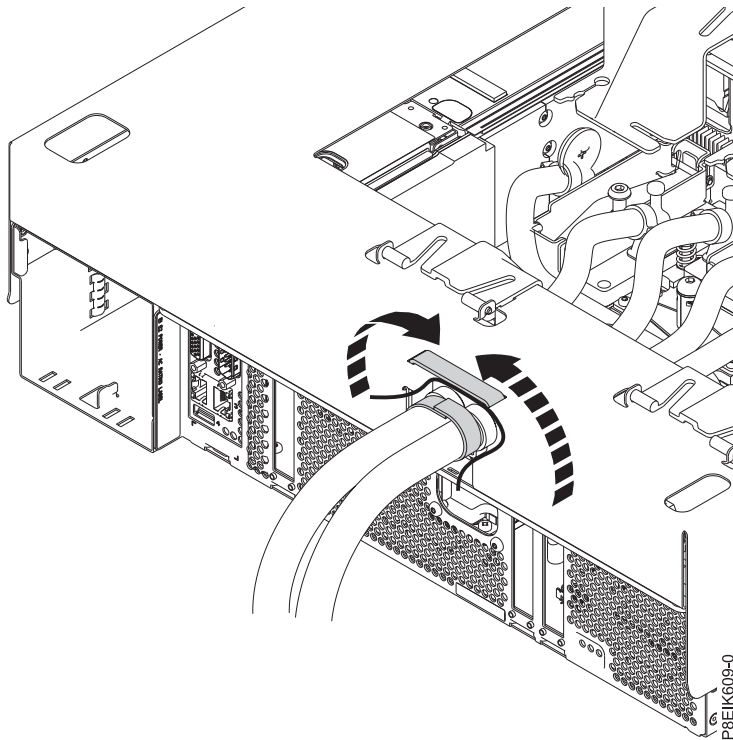

Figure 13. Fixation des conduites d'eau au support
9. A l'aides des attaches velcro, fixez les conduites d'eau au support d'installation des plaques froides (voir figure 13, à la page 12).